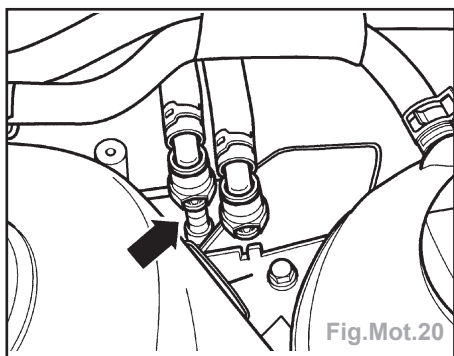

Fig.Mot.20
- Débrancher la conduite d'arrivée de carburant (flèche) et stopper le carburant avec un chiffon (Fig.Mot.20).